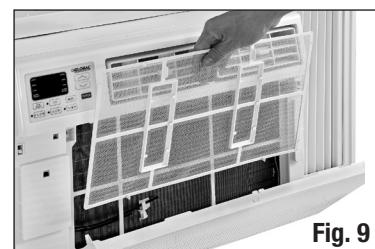

Fig. 9
1. Retire el filtro tirando hacia abajo de las muescas de la puerta del filtro en la parte frontal de la unidad. (Fig. 9)